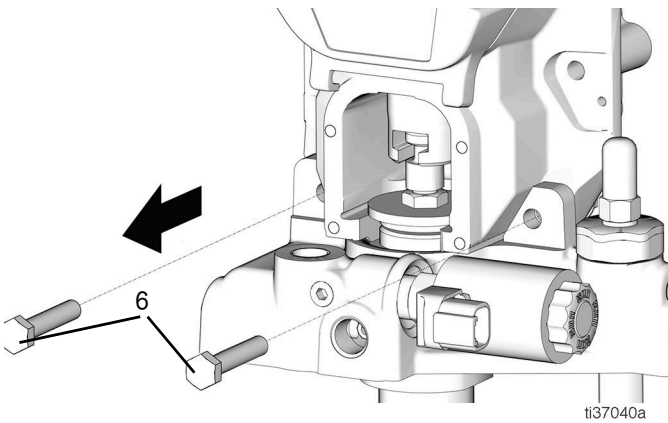

图 70
30. 卸下两个螺栓 (6) 和两个螺母 (7) (图 70)。